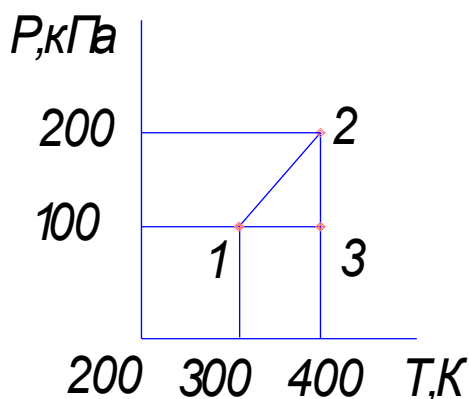

Рис.1
4. На  $P$ - $T$  - диаграмме изображен замкнутый процесс, который совершает некоторая масса кислорода (рис.1). Известно, что максимальный объем, который занимал газ в этом процессе,  $V_{\text{max}} = 16,4 \text{ дм}^3$ . Определить массу газа и его объем в точке 1. Значения  $T_1$ ,  $T_2$ ,  $P_1$  и  $P_2$  указаны на рисунке.